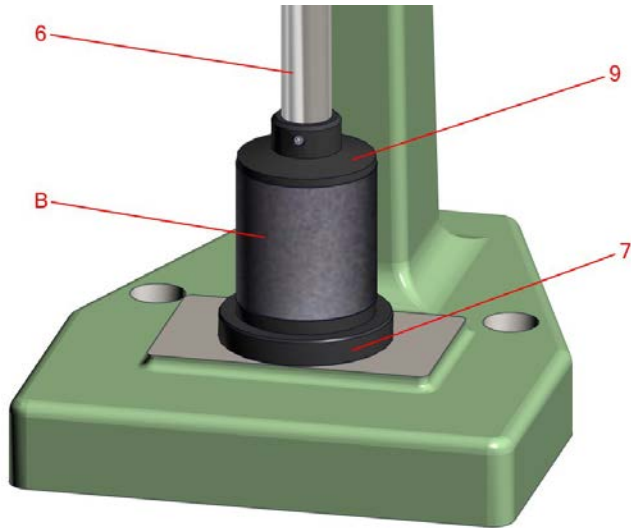
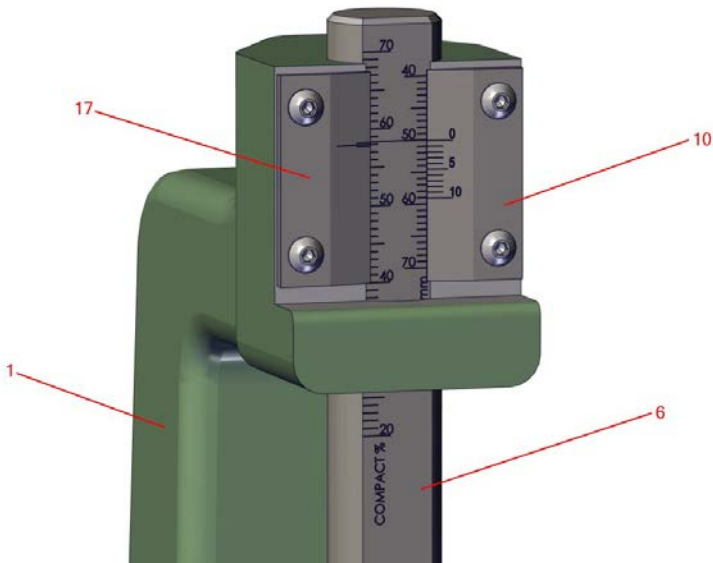

Figure 5 : Éprouvette en acier (Lettre B) insérée entre le pied de compactage (N°9) et le socle du tube (N°7) sur le damoir de sable.
Figure 6 : Alignement parfait du vernier d'un damoir de sable métrique avec une éprouvette métrique de 50 mm.
1. Insérez le socle (Figure 5, N°7) dans le support de socle sur la base du cadre du damoir (Figure 1, Lettre A).
2. Placez le cylindre métrique (50 mm x 50 mm) ou AFS (2" x 2") en acier, (figure 5, élément B) [fourni dans le kit d'étalonnage] sur ledit socle (Figure 5, N°7).
3. Tournez doucement la came auxiliaire (Figure 1, N°2) afin de faire descendre la tige principale (Figure 1, N°6) et le pied de compactage (Figure 1, N°9) sur l'éprouvette en acier (Figure 5, Lettre B). Vérifiez que le pied de compactage est bien en contact avec la face supérieure de l'éprouvette en acier (voir Figure 5).
4. Le zéro du vernier de hauteur droite (Figure 2 ou 3, N°10) doit correspondre à la ligne 50 mm (métrique) ou 2" (AFS) de l'échelle de hauteur d'éprouvette. La ligne 50 mm (métrique) ou 2" (AFS) doit également correspondre à la marque de tolérance 50 mm (métrique) ou 2" (AFS) sur le vernier gauche correspondant (Figure 2 ou 3, N°17), comme illustré en Figure 6. Si ce n'est pas le cas, vérifiez que le pied de compactage (Figure 5, N°9) est bien vissé jusqu'au bout sur la tige. Ne réglez pas les échelles vernier (Figure 1, N° 17 et N°10) – ces dernières ont été ajustées de façon semi-permanente par le fabricant. Si l'ensemble des contrôles effectués (dont l'élimination des résidus de sable ou des débris) ne permet pas de résoudre le problème que vous rencontrez, contactez Simpson afin d'obtenir un support technique.